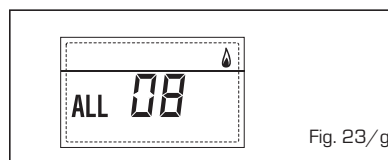

Fig. 23/g
- **ANOMALÍA CIRCULACIÓN AGUA "ALL 09" (fig. 23/h)**